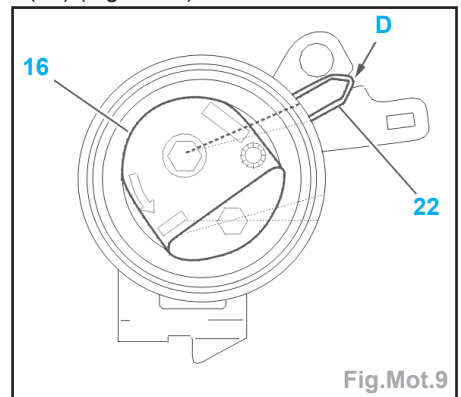

Fig.Mot.9
- Vérifier la position de l'index tendeur (22) (Fig.Mot.9).